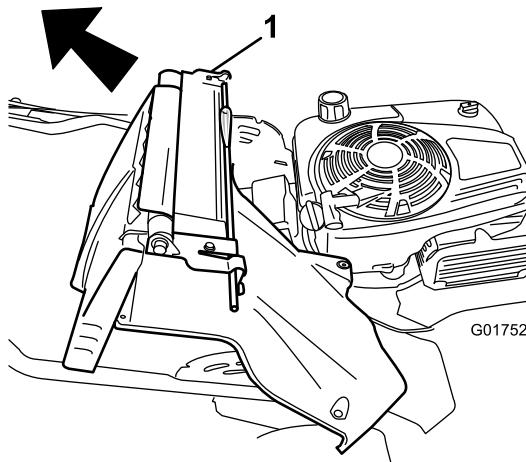

Figura 34
7. Retire o defletor traseiro e conjunto da alavanca-bloqueio-manípulo (Figura 34).